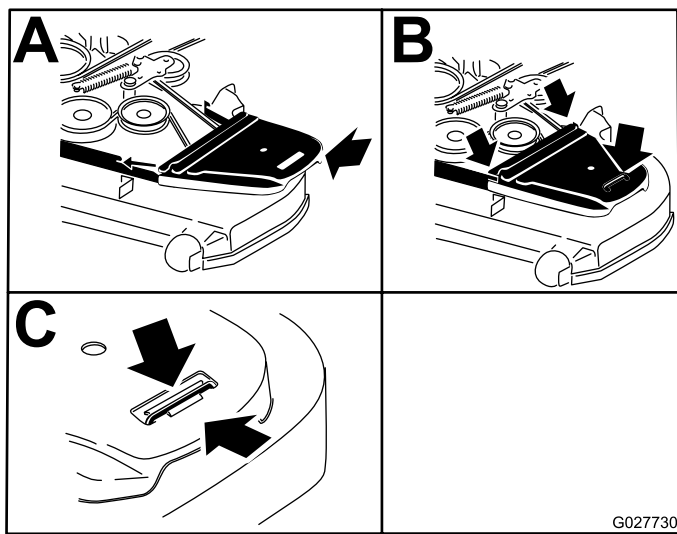

Figura 76
12. Instale las cubiertas de la correa (Figura 76).